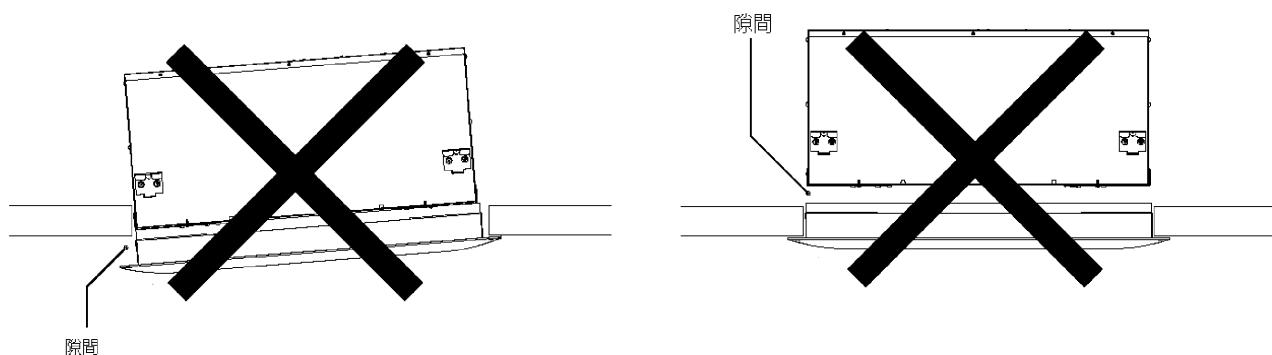

図13
- ※ユニット本体と化粧パネル間に隙間が出来ますと風漏れにより露付、露垂れの原因になります。また、化粧パネルと天井面に隙間が出来ますと、パネルの露付き、スマッシング(天井面が汚れる)の原因になります。(図13)